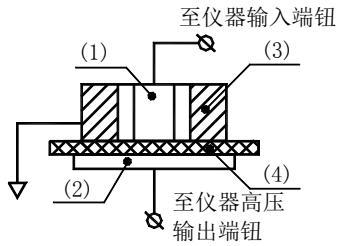

图 5 测体积电阻 R_v
1) 测试试样体积电阻时，电极箱上的选择开关置于 R_V ，此时箱内三电极的状态如图 5。